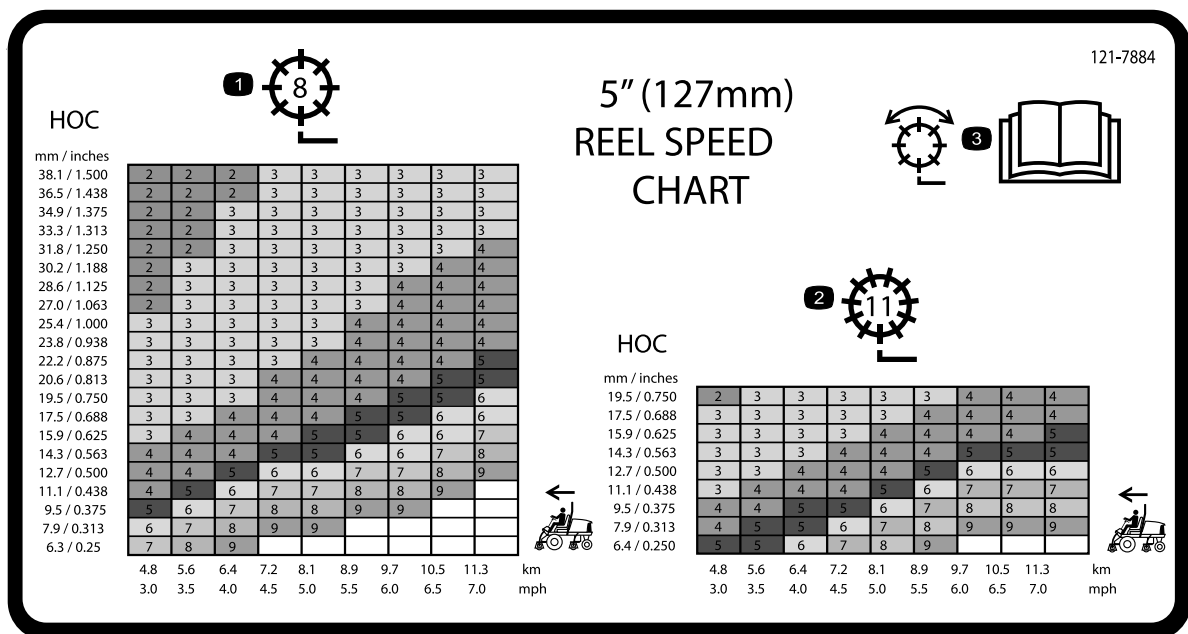

Bild 33
3. Lesen Sie die richtige Spindeldrehzahl auf dem Schild mit der Spindeldrehzahltable ab (Bild 33).